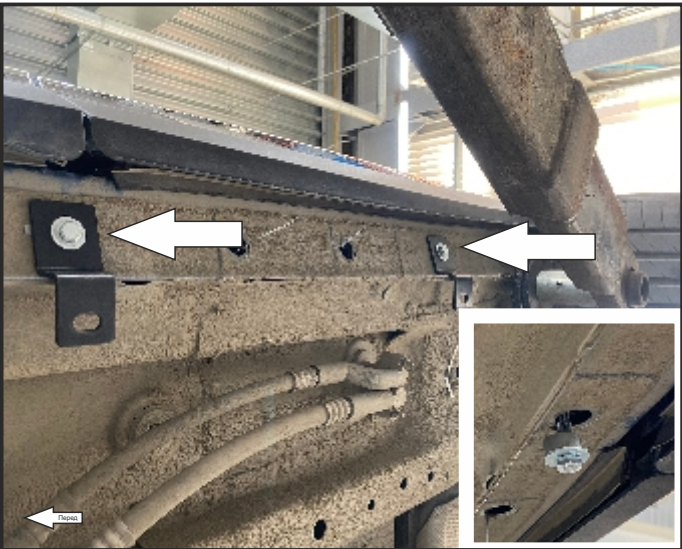

Рис. 6
3. Установить опоры, закрепить к закладным с проволокой при помощи болтов M8x40 и шайб 8 ув. через втулки 10мм. Резьбовые соединения не затягивать (Рис.6).